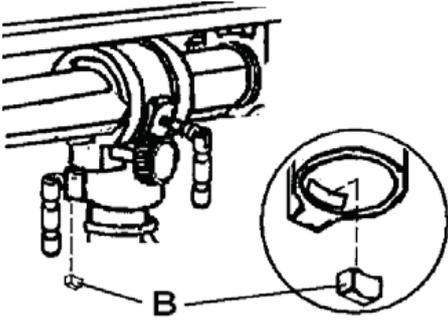

Рис. 1
- Перед насадженням свердлильної головки змонтуйте натискну підкладку (В, Рис. 1).